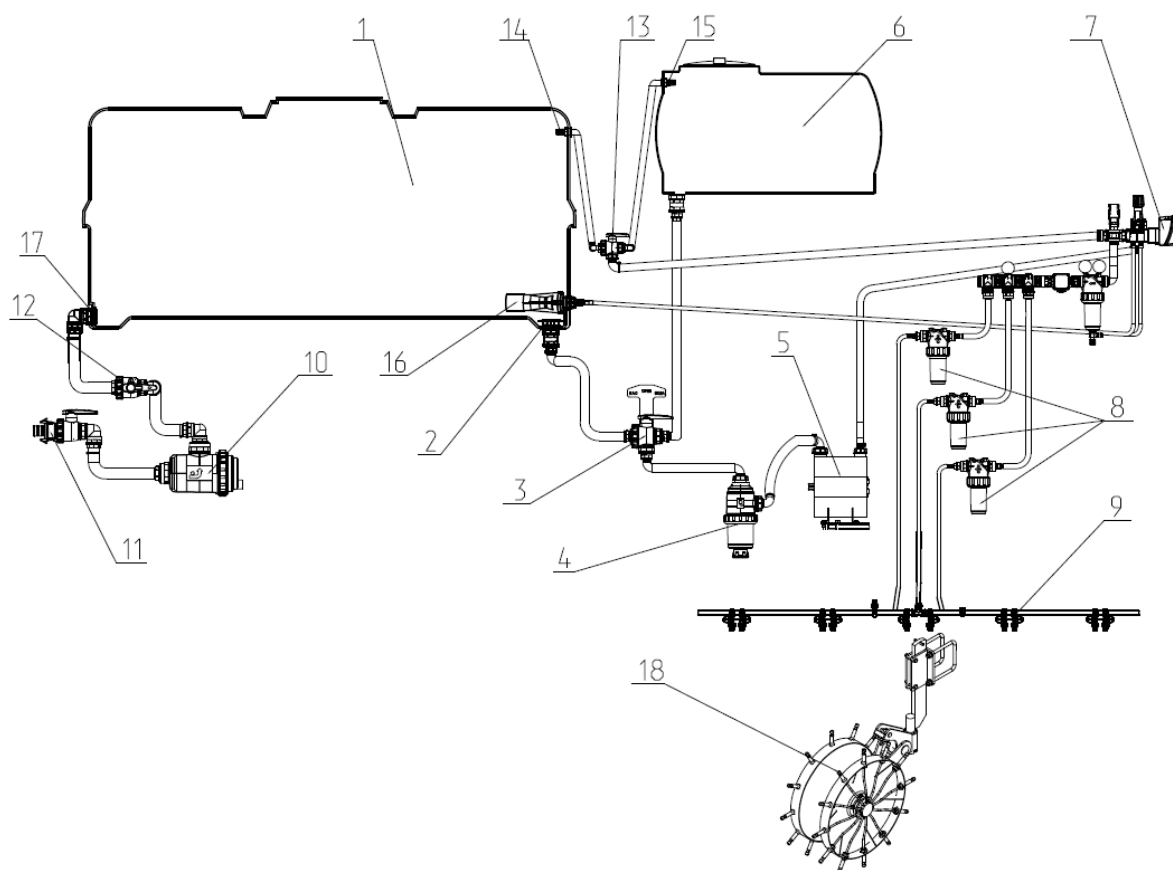

Рис. 19 Принципиальная схема работы машины
2.2.1. Заправка емкости должна осуществляться подвозным транспортным средством через заправочное устройство - 11 (рис. 19).